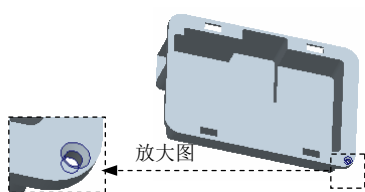
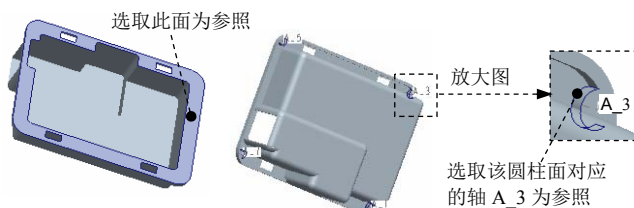
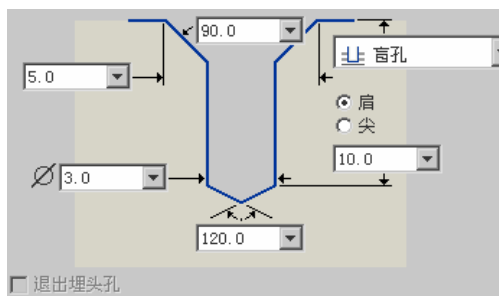

图 5.38.56 孔 1
图 5.38.57 定义孔的放置参照
图 5.38.58 孔参数设置
Step16. 创建图 5.38.56 所示的孔特征 1。单击 **模型** 功能选项卡 **工程** 区域中的 按钮。按住 Ctrl 键，选取如图 5.38.57 所示的面和基准轴 A_3 为主参照。在操控板中单击 按钮，再单击“深加沉头孔” 按钮。单击 **形状** 按钮，按照图 5.38.58 所示的“形状”界面中的参数设置来定义孔的形状。在操控板的 文本框中输入直径值 3.0；选取深度类型 ，输入深度值 10.0。在操控板中单击 按钮，完成孔特征 1 的创建。